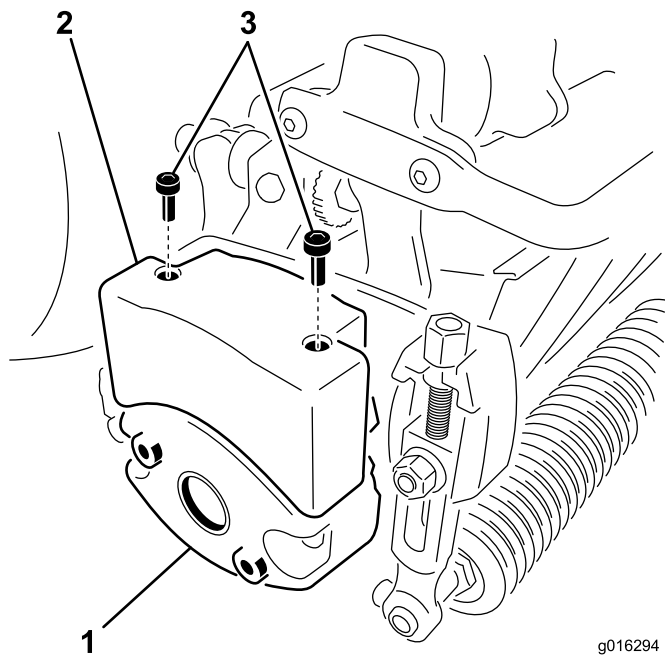

図 11
る：カuttingユニット給電切断カップラ（ページ23本を使用する（図 11）を参照。
4. ウェイトをカuttingユニットの側面に固定しているボルト（2本）を外す（図 11）。
6. カuttingユニットのウェイトに上部ウェイトを取り付ける；六角ソケットヘッドねじを使用する（図 11）。